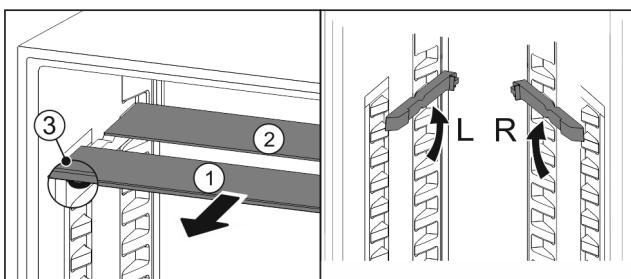

Fig. 37
- Посьуньте Fig. 37 (1) скляну панель вперед.
- Скляна панель Fig. 37 (1) з декоративною планкою лежить спереду.
- Стопори Fig. 37 (3) показують вниз.